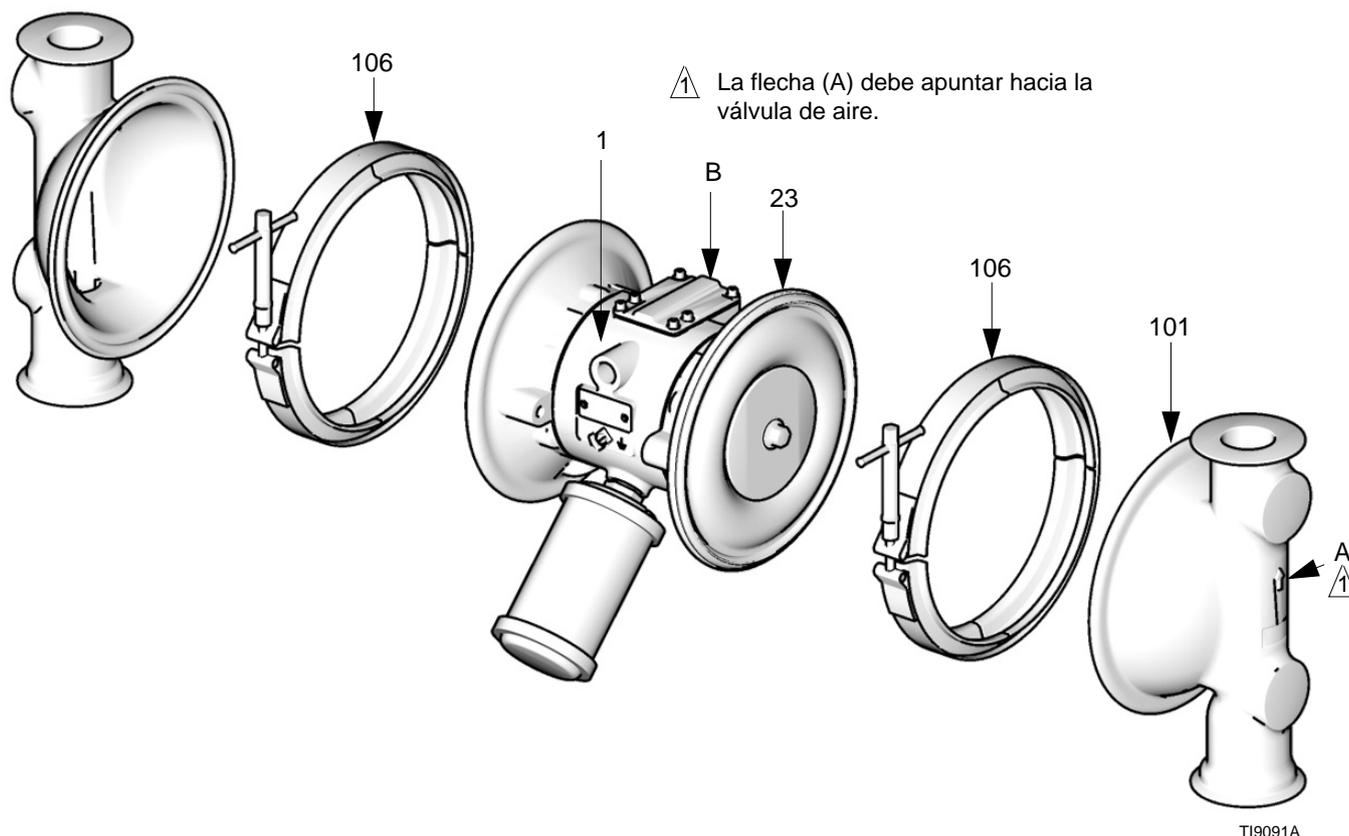

FIG. 10
3. Retire las abrazaderas (106) que sostienen las cubiertas de fluido (101) en las cubiertas de aire (23). Extraiga las cubiertas de fluido (101) de la bomba. Consulte la FIG. 10.
- d. Solo en los modelos con PTFE, instale el soporte de respaldo (401*) en el perno. Cerciórese de que la cara marcada AIR SIDE (lado de aire) quede orientada hacia la carcasa central (1).
- e. Instale la placa del lado de aire del diafragma (104) de forma que la parte redondeada esté orientada hacia el diafragma (401). Esta placa está marcada con su número de pieza.
- f. Aplique Loctite® de resistencia media (azul), o equivalente, a las roscas del perno (107). Enrosque con la mano el perno en el eje (24).
3. Engrase el eje del diafragma (24) en toda su longitud y en los extremos y deslícelo a través de la carcasa (1).
5. Sujete un perno del eje con una llave (107) y apriete el otro perno a 81-95 Nom (60-70 pie-lb) con 100 rpm como máximo.
6. Alinee las cubiertas de fluido (101) y la carcasa central (1) de forma que las flechas (A) de las cubiertas queden orientadas en el mismo sentido que la válvula de aire (B). Fije las cubiertas con abrazaderas. Consulte la FIG. 10.